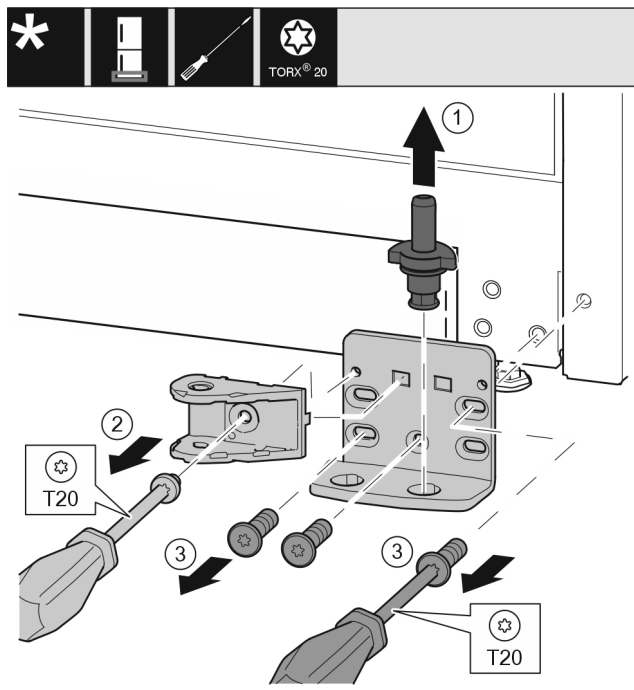

Fig. 23
- ▶ Træk lejebolten helt op. Fig. 23 (1)
- ▶ Skru skruen ud med en skruetrækker T20, og tag lukkedæmperforbindelsen af. Fig. 23 (2)
- ▶ Skru skruerne ud med en skruetrækker T20, og tag hængslet af. Fig. 23 (3)